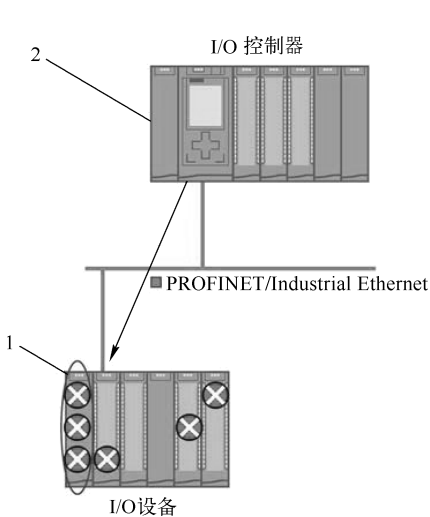

图 7-45 使用指令“RDREC”评估诊断数据记录
1) 评估诊断状态：使用指令“DeviceStates”和“ModuleStates”读出 PROFINET I/O 系统的诊断，以定位这些站/模块或 PROFINET I/O 系统内因错误而要求维护/需要维护的站/模块。然后，使用指令“RDREC”（读数据记录）直接从相关模块中读出各种诊断数据记录，从而获取有关错误的详细信息，如图 7-45 所示。